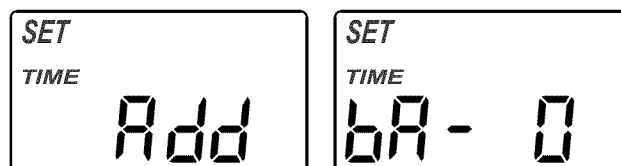

Figura 29
2. Luego presione dos veces (sin mantener oprimido) el botón SELECT (Seleccionar) para mostrar las pantallas alternas ilustradas en la Figura 29.